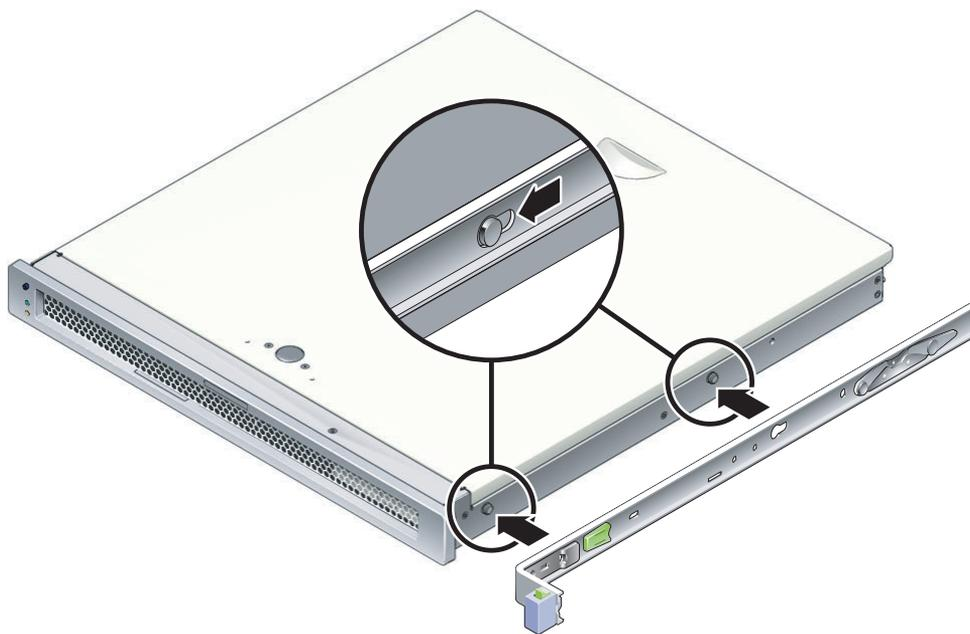

図 2-3 固定部品シャーシへの取り付け
- a. スライドレールロックを前面側にして、固定部品の 2 つのはめ込み用の穴とシャーシ側面の 2 つの位置決め用のピンの位置を合わせて、サーバのシャーシに固定部品を配置します (図 2-3)。
- c. 位置決め用のピンがどちらもはめ込み用の穴に固定され、前面側の位置決め用のピンが固定部品のロックにかみ合っていることを確認します (図 2-3)。